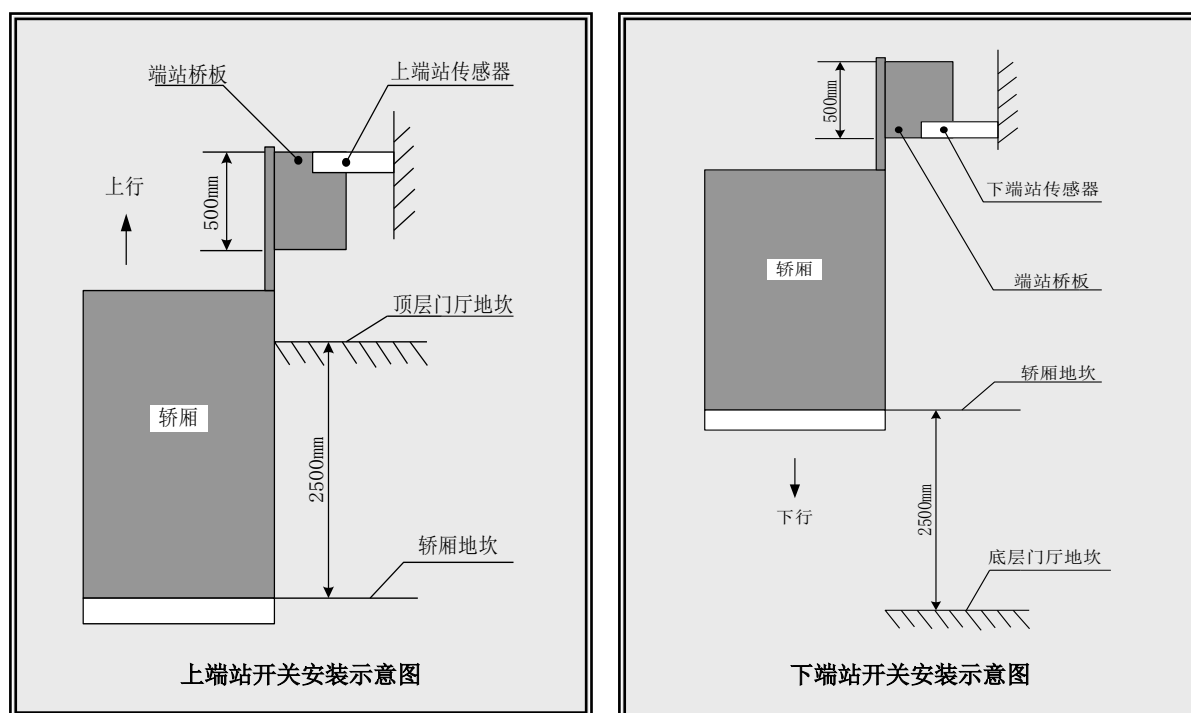

图 F1.2 上下端站开关安装示意图（梯速 1.6m/s 或 1.75m/s）
2. 上、下端站开关安装在井道，端站桥板安装在轿顶。端站开关安装示意图如图 F1.2 所示。